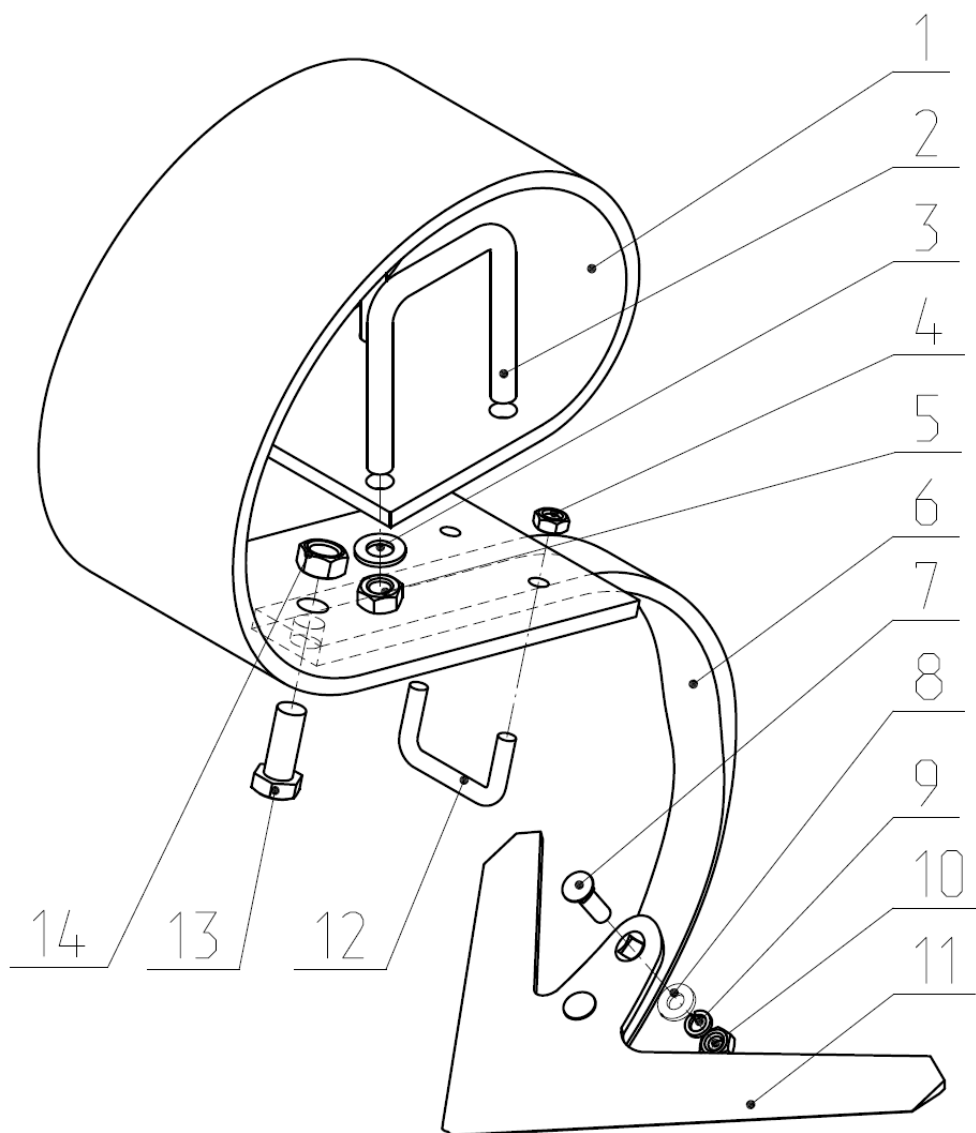

Рис.13 Подвеска КШУ 17.000
2.16.1. Рабочий орган (подвеска КШУ 17.000) (Рис.13) состоит из пружины плоской 1, закрепленной на балках двумя скобами 2. К пружине плоской закреплена стойка 6 скобой 12 и болтом 13. К стойке 6 прикреплена лапа (330мм) болтами 7, шайбой 8, шайбой 9, гайкой 10.